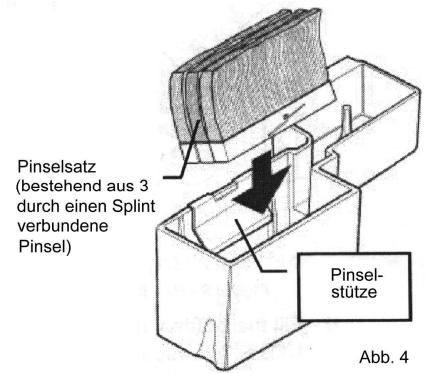

Abb. 4
- Inserir o conjunto de pincelagem no depósito de água. Neste procedimento, o mais pequeno dos 3 pincéis deve ser posicionado à frente do suporte dos pincéis (ver fig. 4).